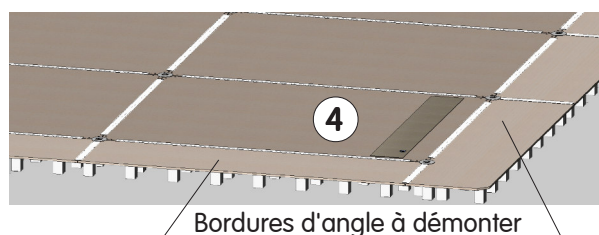

Figure 17
- Dégager chaque plaque d'angle **(3)** ou **(4)**, puis percer un trou $\varnothing 15\text{mm}$ dans l'angle extérieur à 20 cm du bord (**Fig. 17**).
- Engager un écrou à visser **(9)** sur le dessus la plaque **(3)** ou **(4)**, puis le fixer à l'aide de 2 vis à bois **(10)** suivant **Fig. 17**.